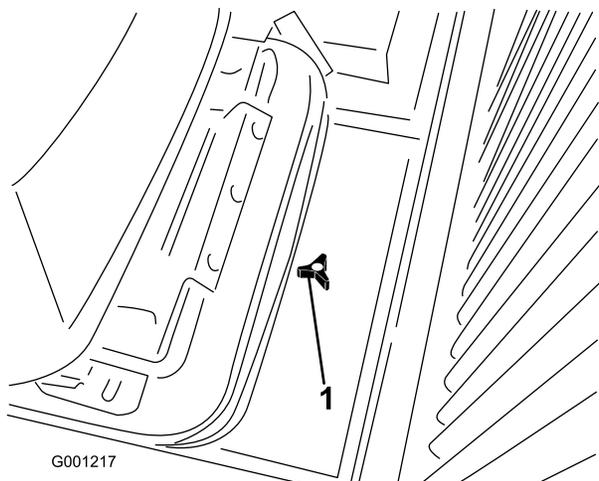

図 31
1. 座席プレートについているノブをゆるめてアクセス・カバーを外す(図 31)。